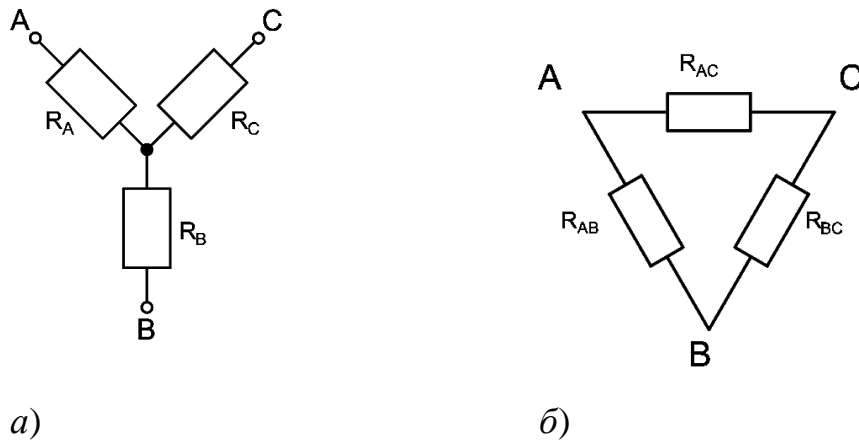

Рисунок 1. Соединения звезды и треугольника
Во многих схемах можно встретить такие конфигурации компонентов, в которых невозможно выделить последовательные или параллельные цепи. К этим конфигурациям относятся соединения компонентов в виде звезды (Y) и треугольника (Δ) (рисунок 1).